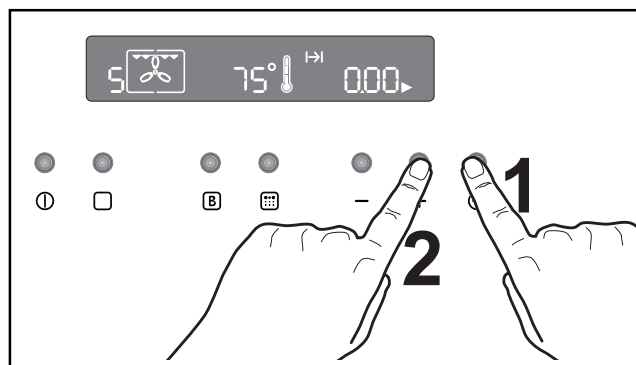

Fig. 10
2. Appuyez sur la touche  pour sélectionner la fonction "Durée de cuisson". Le symbole "Durée de cuisson"  clignote et le panneau de contrôle affiche «0.00» (Fig. 10).